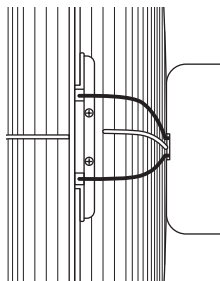

FIGURA 11
23. Alinee los dos extremos en el soporte de bloqueo con las dos ranuras en la lengüeta en la parte superior de la rejilla delantera. Presione los dos extremos del soporte de bloqueo dentro de las dos ranuras en la lengüeta en la parte superior de la rejilla delantera. Vea la Figura 11.